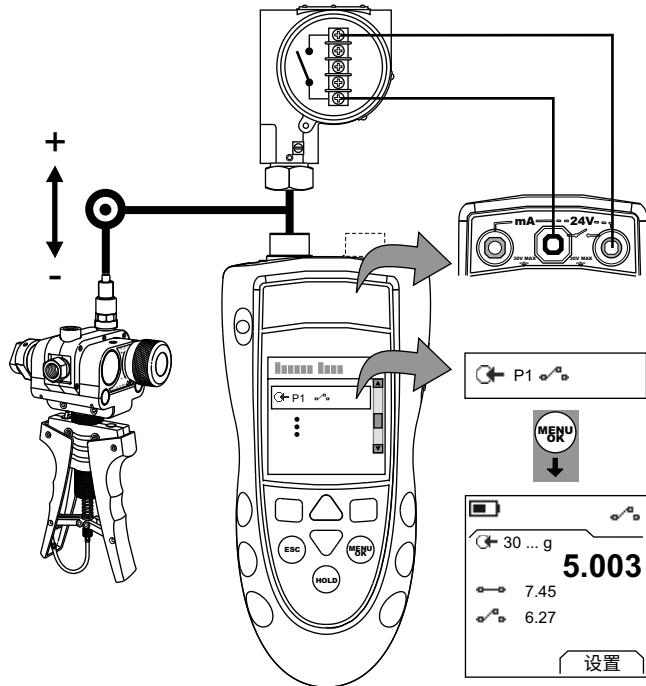

图 4: 示例配置 – 开关测试
1. 连接仪表 (图 4), 如果有必要, 调整 Set Up (设定) (表 1)。